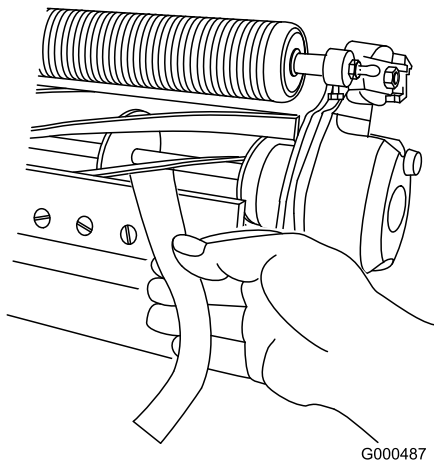

Рисунок 5
- В. Чтобы проверить качество среза, вставьте длинную полоску специальной бумаги для проверки качества среза между барабаном и неподвижным ножом перпендикулярно неподвижному ножу (Рисунок 5), затем **медленно** вращайте барабан вперед; при этом бумага должна разрезаться; в ином случае повторяйте пункты **А** и **В** до тех пор, пока бумага не начнет разрезаться.
11. Вставьте длинную полоску специальной бумаги для проверки среза между барабаном и неподвижным ножом перпендикулярно неподвижному ножу (Рисунок 5), затем **медленно** поворачивайте барабан вперед; при этом бумага должна разрезаться; в ином случае поверните каждый регулировочный болт неподвижного ножа по часовой стрелке на один щелчок и повторите действия, описанные в этом пункте, пока барабан не начнет резать бумагу.